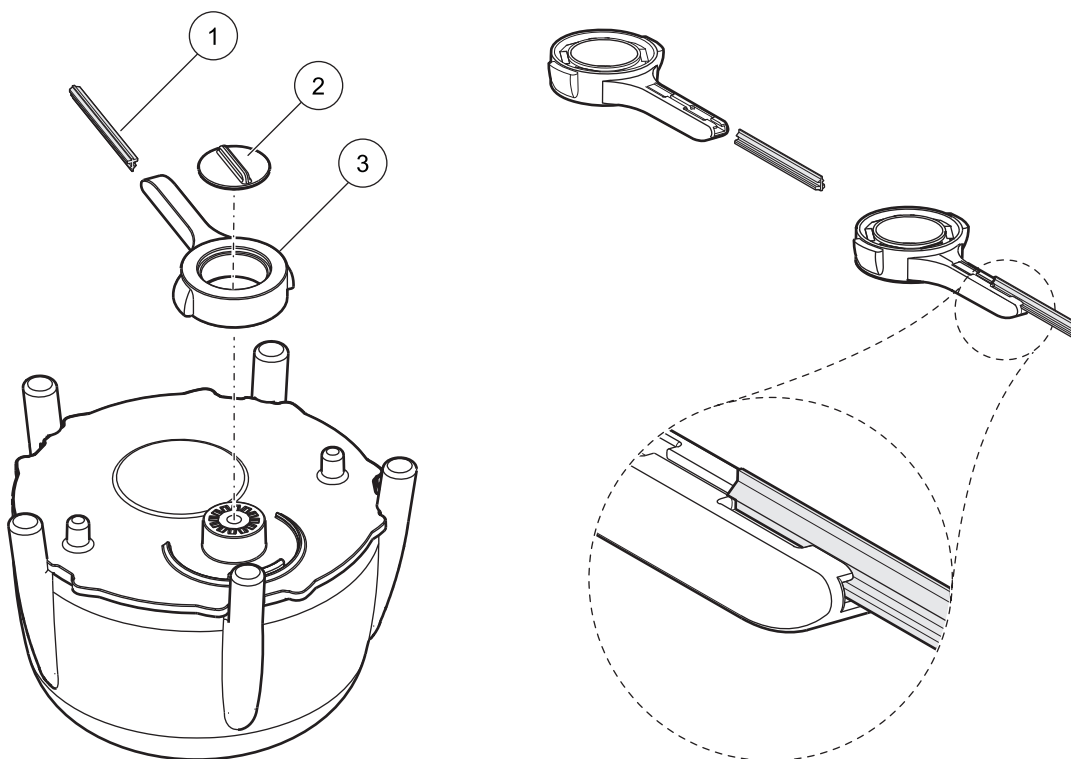

Figura 12 Unitate ștergător
Brațul ștergătorului (a se vedea elementul 3 din Figura 12) este deplasat în poziție centrală pentru schimbarea ștergătorului.
2. Scoateți șurubul de ghidare (a se vedea elementul 2 din Figura 12) și scoateți brațul ștergătorului.
3. Trageți profilul ștergătorului (a se vedea elementul 1 din Figura 12) înspre înainte pentru a-l scoate din brațul ștergătorului.